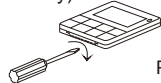

Рис. 1
2. Вставьте шлицевую отвертку в нижний паз проводного контроллера как показано на Рис. 1, и прокрутите ее, в результате чего откроется задняя крышка (если выполнять данные действия с большим усилием, можно повредить плату).